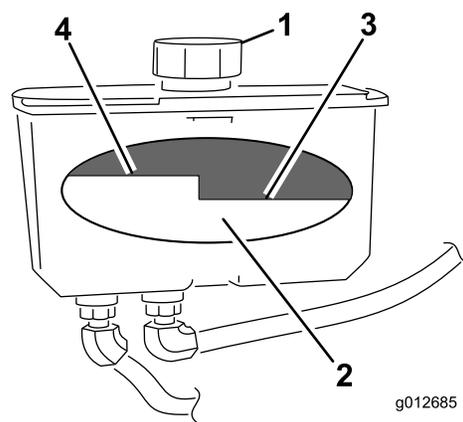

図 74
4. 油圧オイル・タンクの注油口と首の周辺をきれいに拭く (図 74)。
5. 給油口からキャップを取る。タンクの中をのぞいてオイルの量を確認する (図 74)。
注 オイルが暖かいときには、バッフルの一番上のレベルまでオイルがあることが必要です (図 74)。